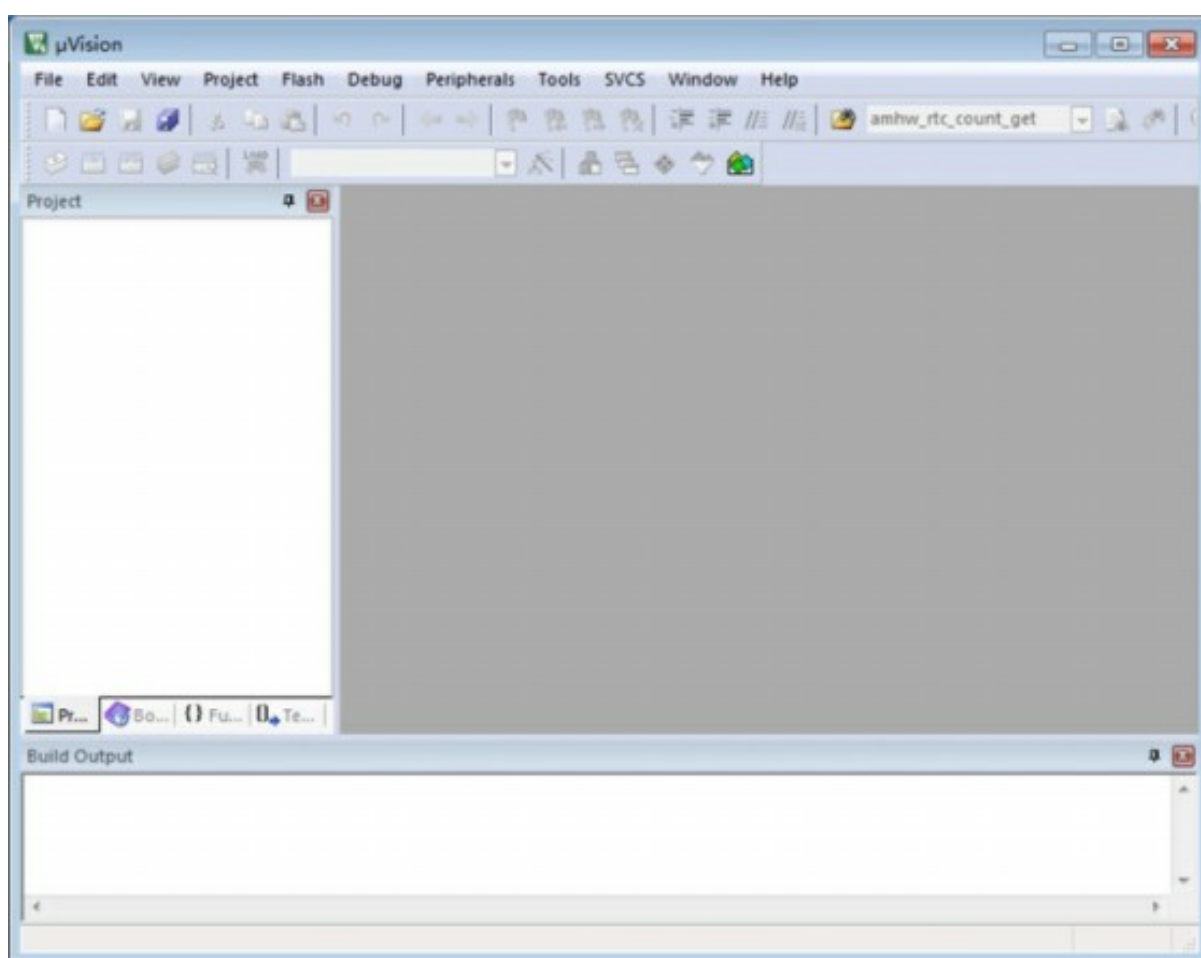

图 19: keil uVision5 启动界面
(1) 双击桌面的 keil uVision5 图标，启动 keil uVision5，启动界面如 图 19 所示。